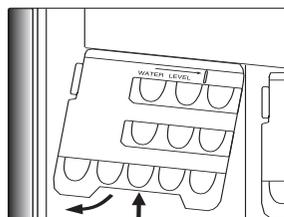

图1
- 按图1所示，抓住冰盒底部上提，向外用力将冰盒从门衬上提出。